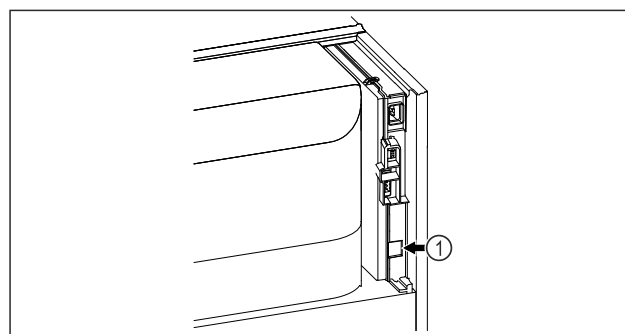

Fig. 100
- SmartModule Fig. 100 (1) ir ievietots.